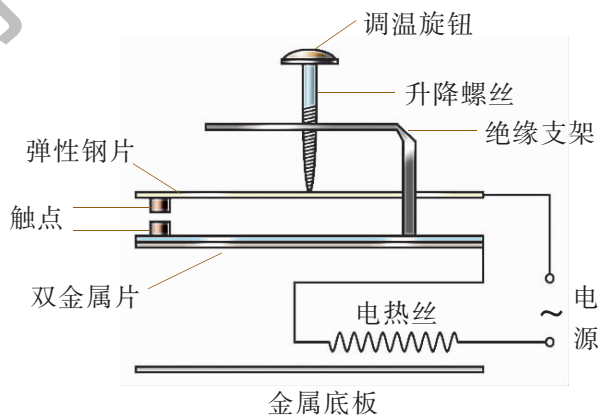

图 3-3-7
2. 如图 3-3-7 所示是电熨斗的结构图，它装有双金属片温度传感器，其作用是控制电路的通断，常温下图中上下触点是\_\_\_\_\_ (选填“接触”或“分离”)。当温度升高时，双金属片\_\_\_\_\_ (选填“上层”或“下层”)膨胀比另一层大。若需要设定更高的温度，则应该调节升降螺丝向\_\_\_\_\_ (选填“上”或“下”)。